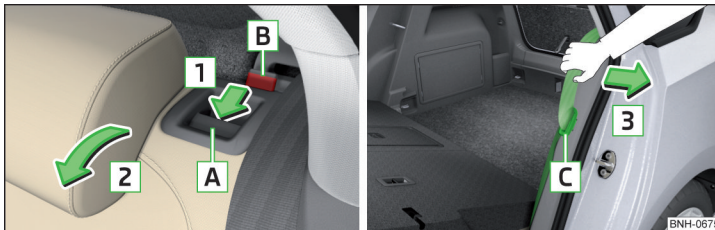

Abb. 56 Sitzlehne vorklappen / Bereitschaftsstellung des Sicherheitsgurts
- Die Schlosszunge **C** des Sicherheitsgurts in die Öffnung in der Seitenverkleidung stecken - Bereitschaftsstellung » Abb. 56.
- Den äußeren Sicherheitsgurt zur Seitenverkleidung in Pfeilrichtung **3** ziehen » Abb. 56.